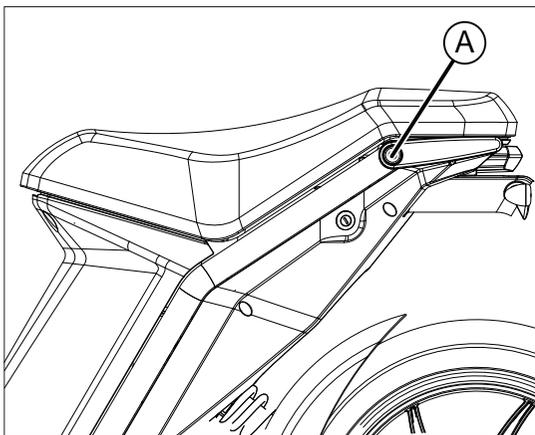

fig. 16
Pour accéder au compartiment sous la selle fig. 16, procéder de la façon suivante :
- insérer la clé de la serrure A fig 16 située sur le côté gauche du scooter.